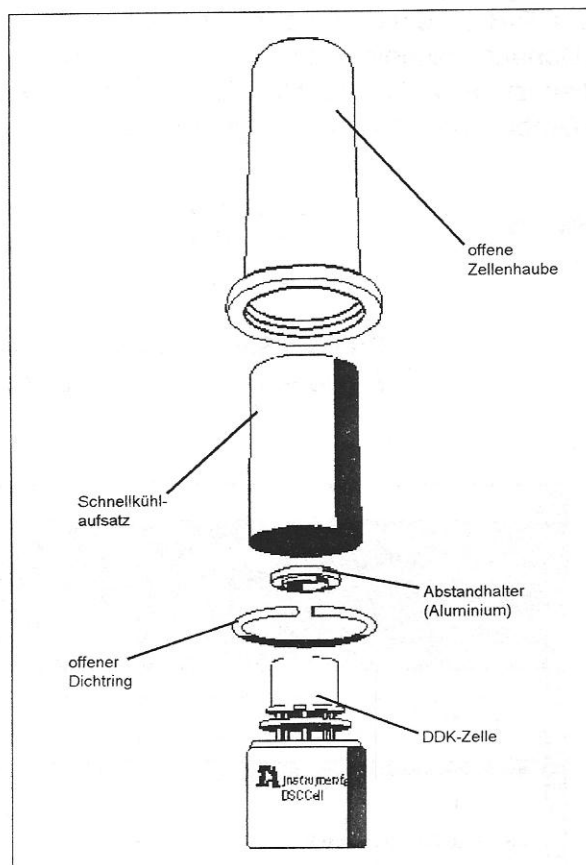

Abbildung 1.13 — Installieren des Schnellkühlaufsatzes
3. Setzen Sie den Abstandhalter wie in Abbildung 1.13 angedeutet auf die Meßzelle auf.